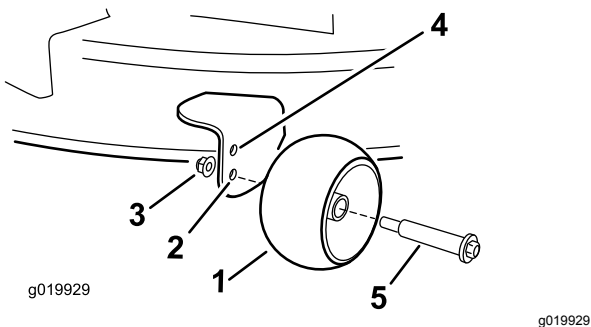

Figura 29
- Furo superior – utilize esta posição com a plataforma de corte nas posições de altura de corte de 63 mm e inferiores (Figura 29).
- Furo inferior – utilize esta posição com a plataforma de corte nas posições de altura de corte de 76 mm e superiores (Figura 29).